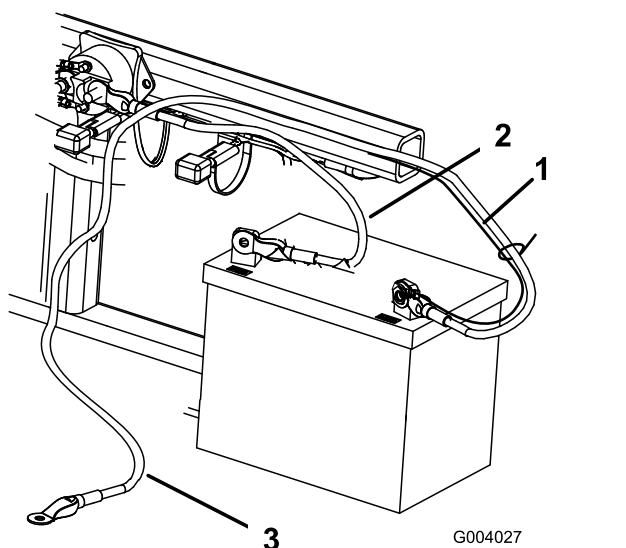

Figura 6
2. Fissate il cavo positivo (rosso) al morsetto positivo (+) con un bullone ( $\frac{1}{4}$ " x  $\frac{5}{8}$ ") e un dado di bloccaggio (Figura 6).
3. Fissate il cavetto nero e il cavo negativo (nero) al morsetto negativo (-) della batteria con un bullone ( $\frac{1}{4}$ " x  $\frac{5}{8}$ ") e un dado di bloccaggio ( $\frac{1}{4}$ ") (Figura 6).